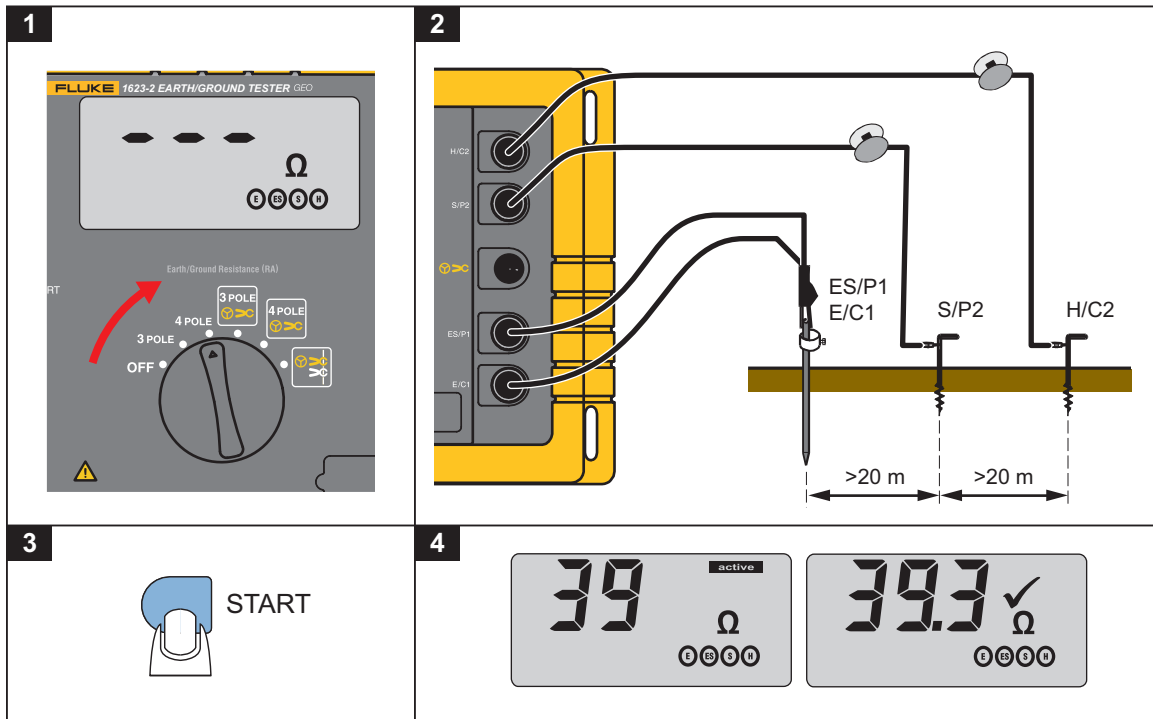

Figura 5. Mediciones  $R_A$  de 4 polos
1. Seleccione la función **4 POLOS**. Consulte la Figura 5.